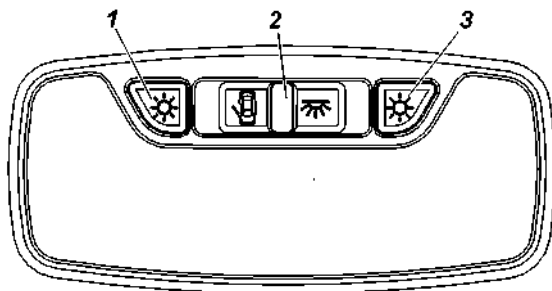

Рис. 3.41. Блок освещения салона:
**Блок штурманских ламп** включает в себя секции индивидуального освещения водителя и переднего пассажира. Левая и правая секции индивидуального освещения, включаются нажатием выключателей, 1 или 3 (рис. 3.41) соответственно.
В среднем положении переключателя 2 плафон выключается. Плафон освещения салона отличается от блока штурманских ламп отсутствием возможности раздельного включения левой и правой секции и, соответственно, не активными выключателями 1 и 3 (рис. 3.41).